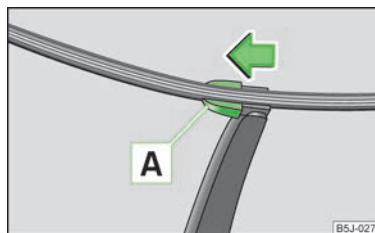

Fig. 33
- Ridicați brațul ștergătorului de pe geam și poziționați lamela astfel încât să formeze un unghi drept cu brațul ștergătorului » fig. 33.
- Așezați lamela pe brațul ștergătorului și blocați siguranța **A** » fig. 33.